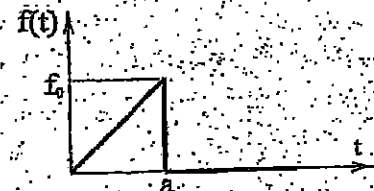

Figura 2 / 2. Irudia
- Sea un sistema discreto de 1gdl sin amortiguamiento. Se le somete a la ley de fuerzas de la Figura 2. Partiendo del reposo, calcular la respuesta en $t > a$.